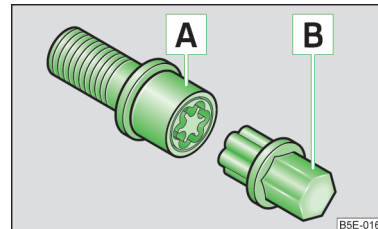

Abb. 180
- › Den Adapter [B] » Abb. 180 mit seiner verzahnten Seite bis zum Anschlag so in die innere Verzahnung der Anti-Diebstahl-Radschraube [A] stecken, dass nur noch der äußere Sechskant herausragt.